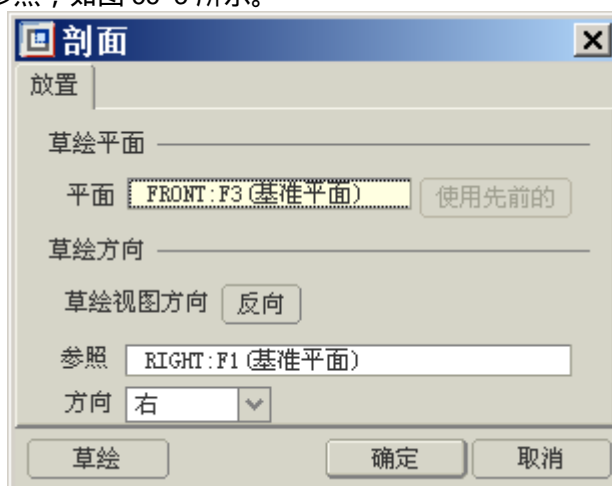

图 55-3
- (2) 单击按钮 ，打开【剖面】对话框，选择 FRONT 基准面为草绘平面，RIGHT 基准面为视图方向参照，如图 55-3 所示。